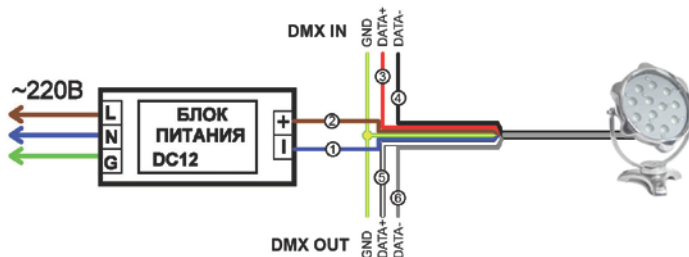

Рис.2 – Схема подключения проектора
- 4.3. Подключение проектора производить в соответствии со схемой (см. рис. 2).